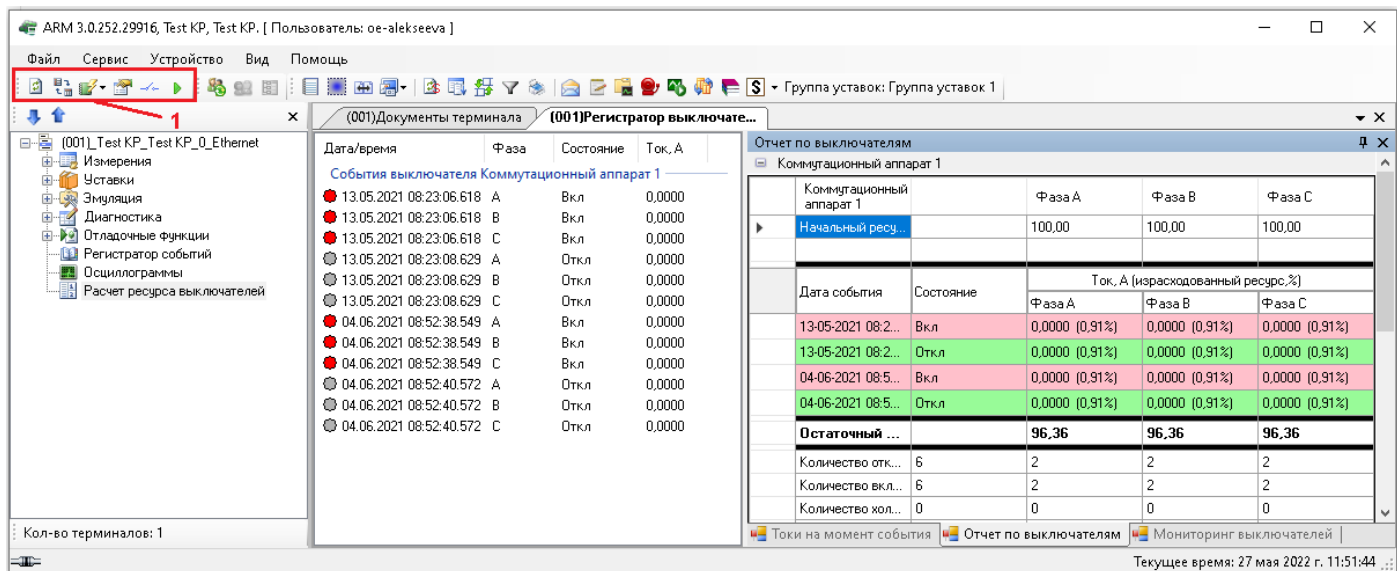

Рисунок 5.133
– Отчет по выключателям – отображает отчет событий для каждого выключателя. Здесь отражены все изменения состояния выключателя, какой ресурс был исчерпан по каждой фазе, когда и во сколько, остаточный ресурс по каждой фазе, остаточный ресурс выключателя, общее количество отключений/включений от начала эксплуатации (см. рисунок 5.133). Какой ресурс был исчерпан при переключении, определяется по линейным характеристикам таблиц отключений/включений.
Окно имеет свою панель инструментов (см. рисунок 5.133, поз. 1), на которой доступны следующие команды: